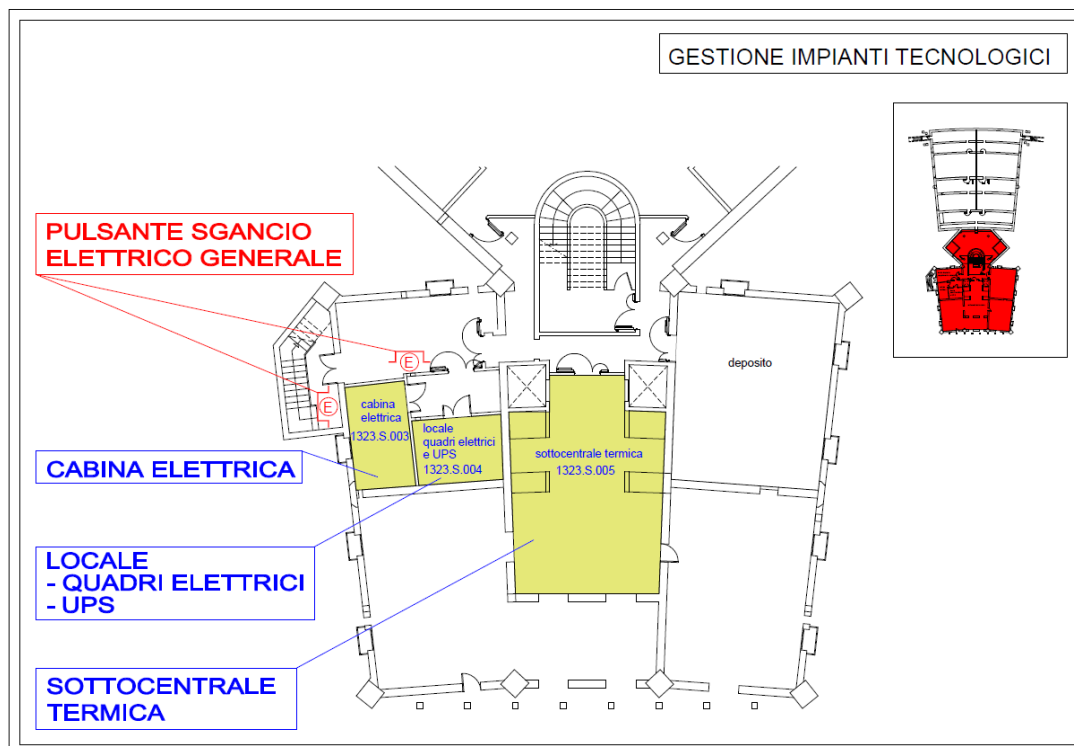

Figura 3.1 – Gestione impianti tecnologici.
- se necessario fornisce indicazione di procedere alla disattivazione degli impianti tecnologici e di servizio mettendo in sicurezza l'edificio (es. toglie corrente, chiude le valvole dei gasi, ecc., vedi p.to 3.5 – Figura 3.1);